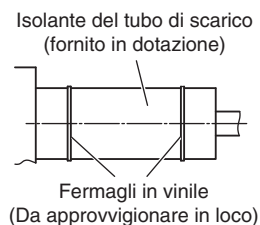

Fig. 3-9
- Dopo avere collegato saldamente il tubo di scarico se ne deve fissare la guarnizione e lo si deve quindi avvolgere con il materiale isolante, entrambi forniti in dotazione, bloccandolo quindi in posizione con fascette di plastica. (Fig. 3-9)